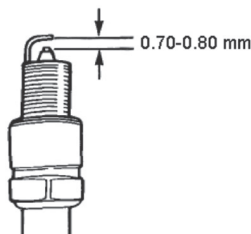

Fig. 16
0.7-0.8mm; si es necesario ajústela. (Fig. 16)